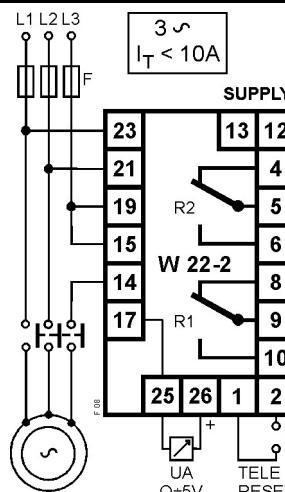

Fig. 8
Seguire lo schema di fig.8
- a) Se I_T è minore di 10A si può usare l'inserzione diretta (v. schemi di fig.8 e 10.)
Tensione motore 400Vac, $I_T=3,5A$ (fig.8).
Follow diagram of fig.8
a) If I_p is lower than 10A the device is by direct insertion connected (fig.8 and 10)
Motor Voltage 400Vac $I_p=3,5A$ (fig.8).